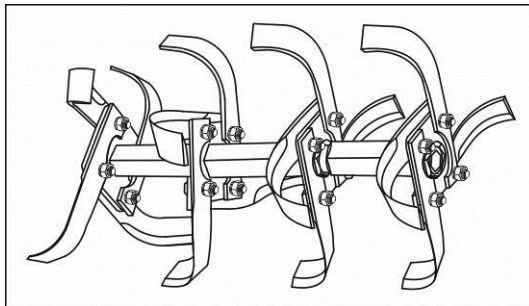

Рис. 13. – Ґрунтофреза у зборі
7. Скласти інші сегменти ротора ґрунтофрези (див. Рис. 13.) Складання лівої половини ґрунтофрези здійснюється аналогічно, урахуванням напрямку обертання ротора.